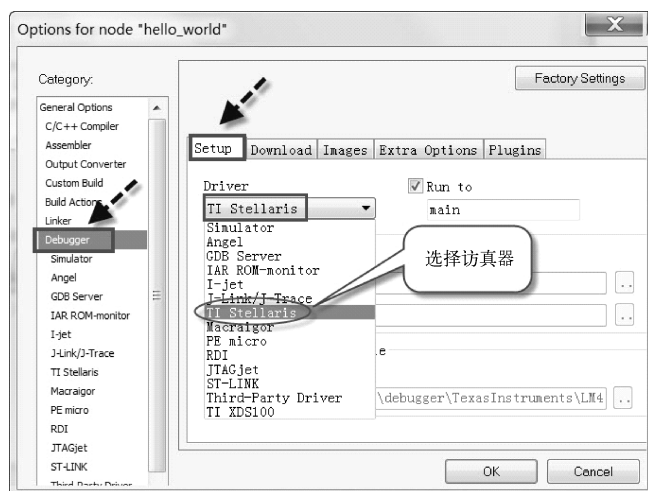

图 1-78 Debugger 选项的 Setup 选项配置
⑤ 除了 Setup 选项按如图 1-78 所示的配置外, 其他调试选项按默认设置。